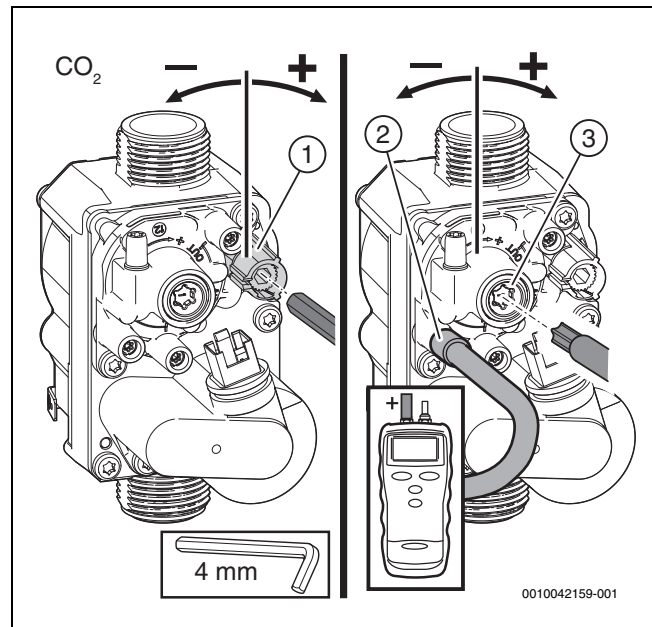

Bild 51 Einstellen der Gasarmatur
- ▶ CO2- oder O2-Gehalt für die maximale Nennwärmeleistung gemäß Tabelle 83 prüfen und ggf. nachstellen (→ Seite 42, Bild 51).